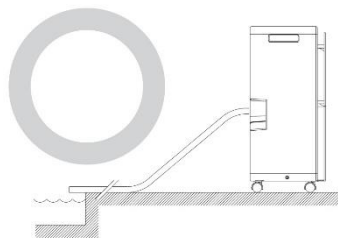

Abb. 2
- 3.6. Ordnungsgemäßer Ablauf des Kondenswassers bei Schlauchanschluss! Achten Sie darauf, dass der Schlauch immer ein leichtes Gefälle aufweisen muss (siehe Abb. 2 und Abb. 3).